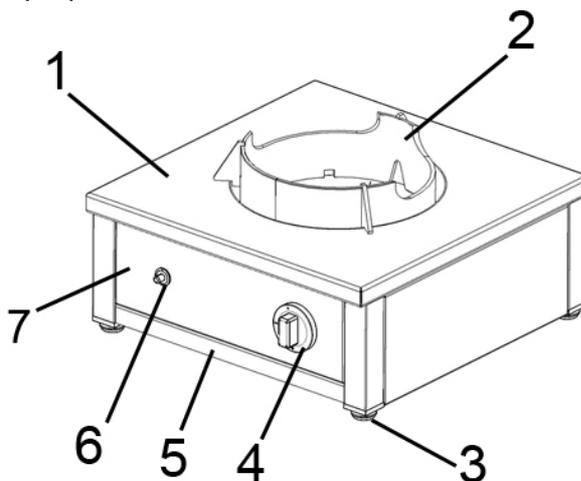

Рис.1. Общее устройство газовой плиты вок*
На рис.1 приведено общее устройство газовой плиты вок.
На столе плиты 1 (рис. 1) располагается ВОК-насадка 2, на которой размещают вок-посуду. На лицевой панели 7 располагается ручка управления 4, с помощью которой меняется интенсивность нагрева горелки. Основная горелка зажигается с помощью запальной горелки. Розжиг запальной горелки осуществляется с помощью кнопки пьезоподжига 6. Под горелками располагается поддон-жиросборник 5, в котором скапливается жир и мусор, образующийся во время готовки. Горизонтальность плиты выставляется регулируемыми по высоте ножками 3.
- Выньте подо-жироборник 5 (рис.1), потянув его на себя.
- Выньте поддон-жиросборник 5 (рис.1).